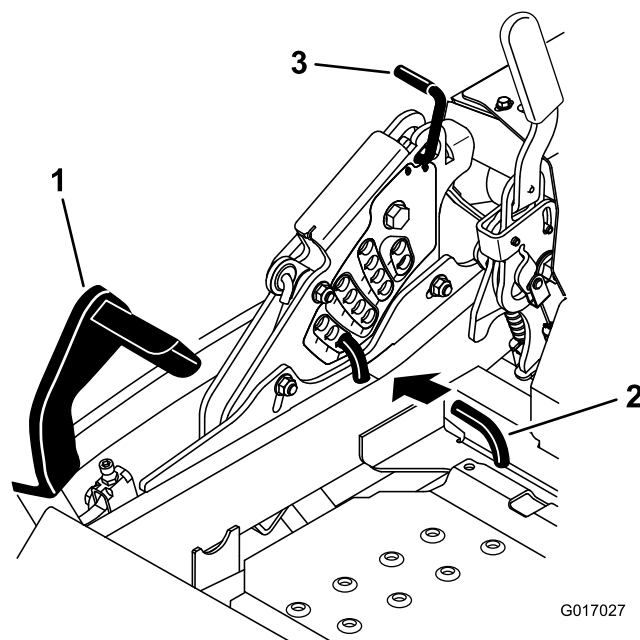

Bild 27
2. Treten Sie mit dem Fuß auf das Mähwerkhupedal und heben Sie das Mähwerk in die Transportstellung an (auch die Schnitthöhe von 140 mm), siehe Bild 27.
3. Drehen Sie zum Einstellen den Stift um 90 Grad und nehmen ihn aus der Schnitthöhen-Halterung heraus (Bild 27).
4. Wählen Sie ein Loch in der Schnitthöhenhalterung, das der gewünschten Schnitthöhe entspricht, und stecken Sie den Lastösenbolzen wieder ein (Bild 27).